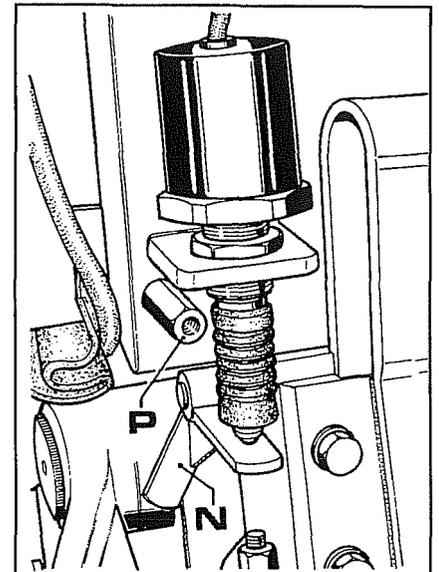
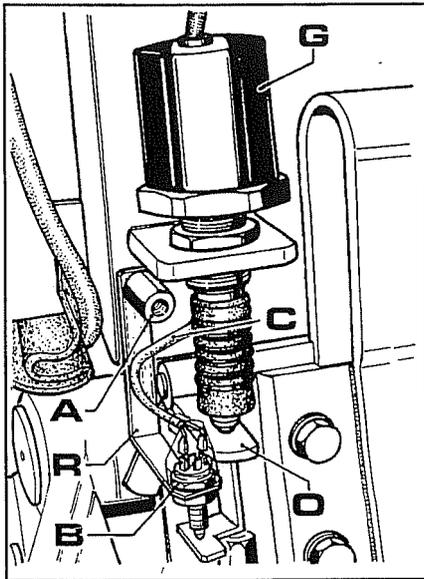

Fig. 39
Fig. 40
2. Cambiar el varillaje **N** fig.39 del sensor con el varillaje sensor/microinterruptor de tope **O** fig.40.
3. Quitar la columna **P** fig.39 y montar el soporte microinterruptor de tope **R** con la nueva columna **A** fig.40, luego montar el interruptor **B**.
4. Conectar el cableo **C** fig.40 al interruptor, pasarlo por debajo del soporte asiento y llegar a la caja soporte mando elevación/descenso.
6. Controlar la posición exacta del sensor **G** fig.40 bajando todo el elevador, luego regular el sensor en modo de hacer tocar la barra con el varillaje **O**.